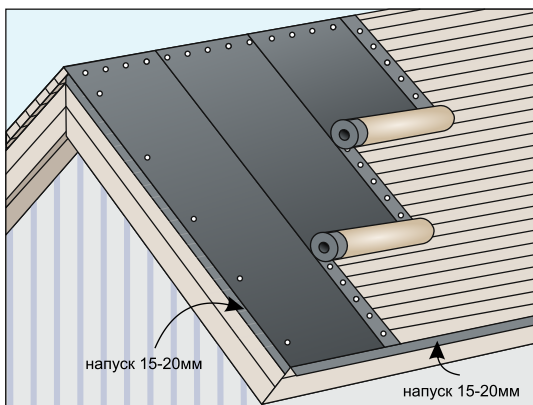
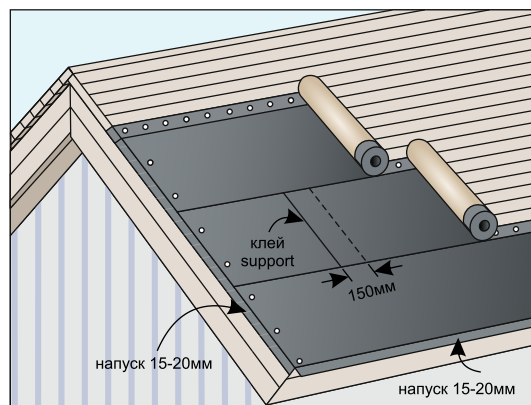

Рис. 8
Рис. 9
- Подкладочный ковер раскатывается (закрепляется) **вертикально** по скату от конька к карнизному свесу (рис.8). При уклоне кровли от 12° до 18° горизонтально (параллельно) к карнизному свесу с нахлестом не менее 150 мм (рис.9);